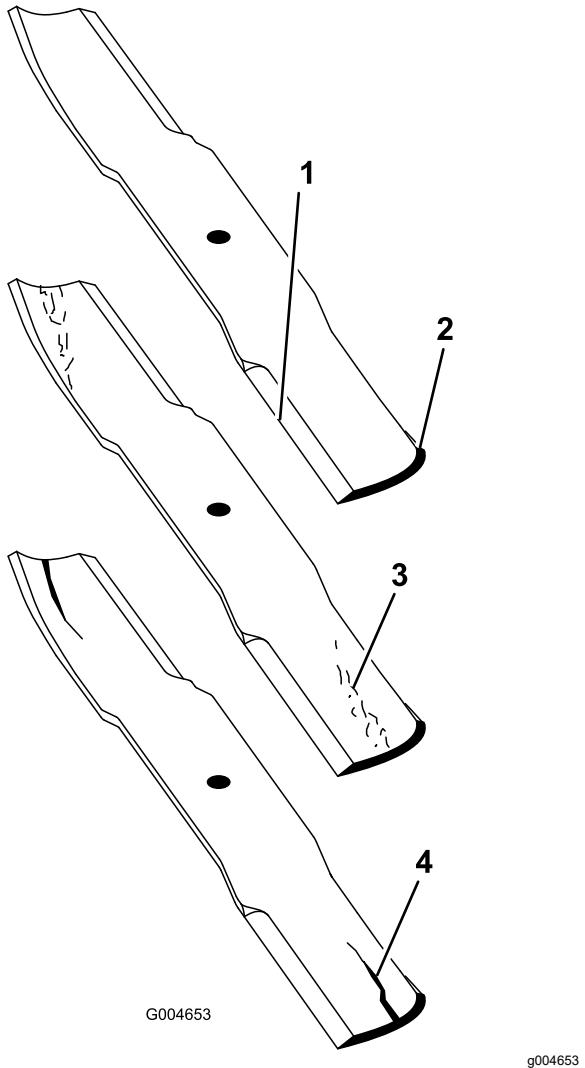

Figura 76
- Verificate accuratamente i taglienti, con particolare attenzione ai punti d'incontro delle sezioni piatta e curva della lama (Figura 76).
Nota: Sabbia e materiali abrasivi possono consumare il metallo che connette le sezioni piatta e curva della lama, per cui si consiglia di controllare la lama prima di usare il tosaerba. Se notate dell'usura (Figura 76), sostituite la lama.